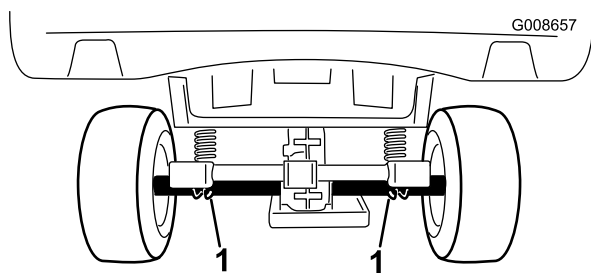

Рисунок 22
- Точка подъема в задней части машины находится под трубами моста (Рисунок 22).